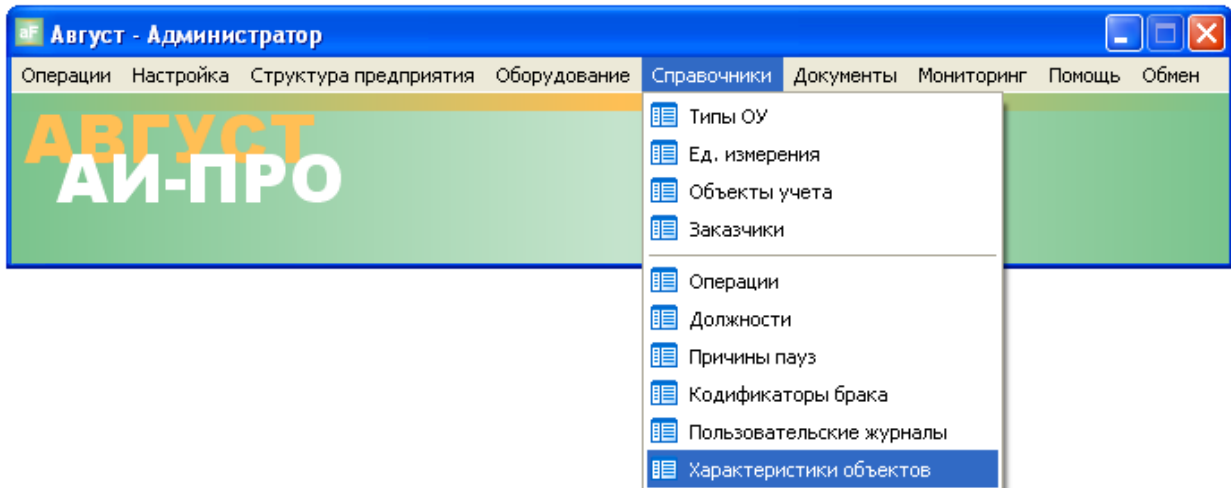

рис. 7-1. Открытие списка характеристик объектов
- 3) Выбрать подраздел «Характеристики объектов» как это показано на рис. 7-1.